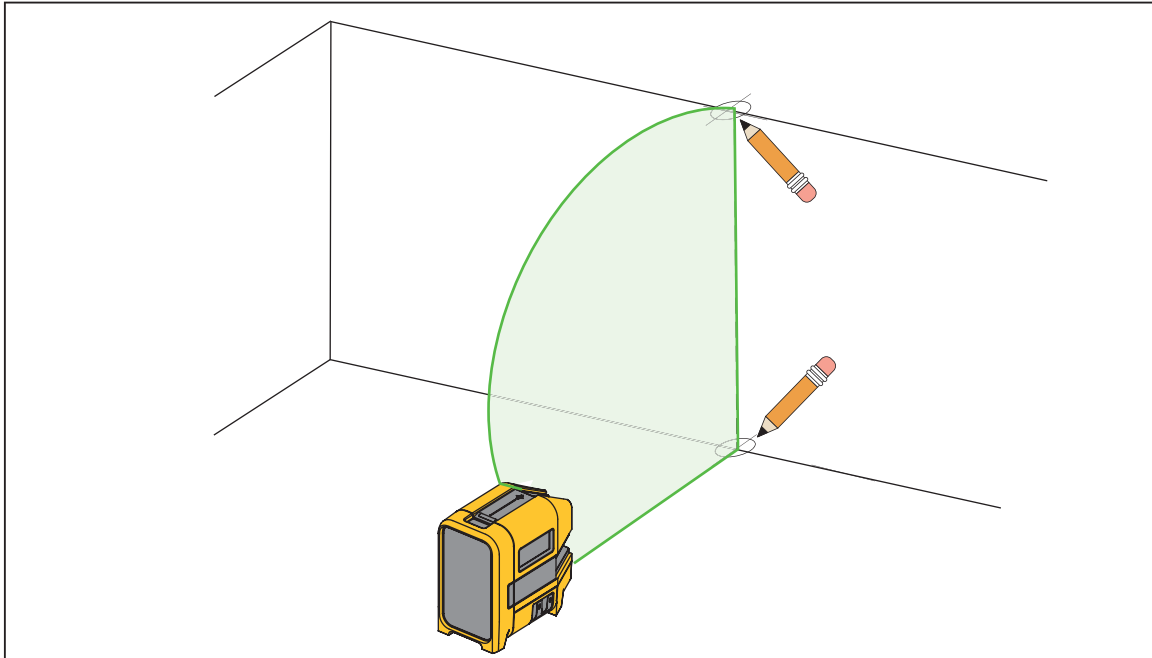

**Abbildung 2. Neue horizontale oder diagonale Ausrichtung**
2. Den horizontalen Laser einschalten und auf das Messobjekt richten. Siehe Abbildung 2.